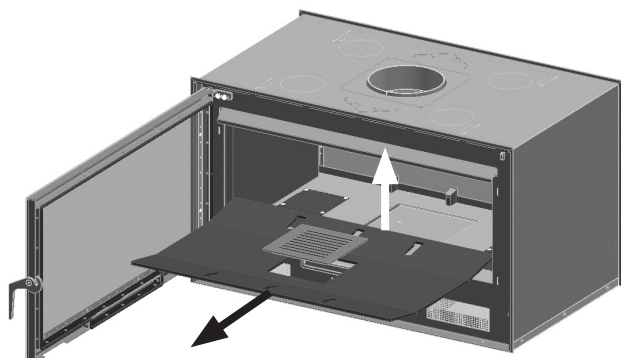

FIG. 3
1. Retirar del aparato la parrilla de hierro fundido y el fondo. **Prestar atención a las piezas de vermiculita, pueden romperse.** (Fig. 3)